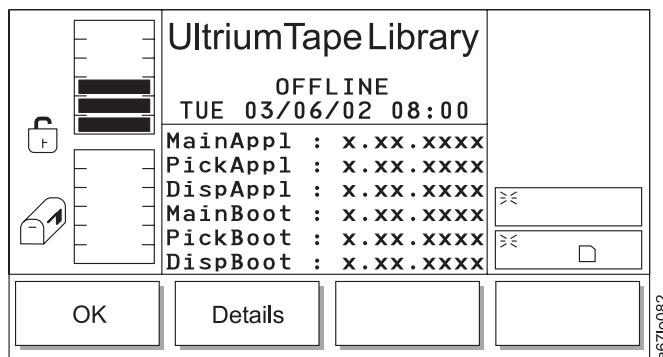

Abbildung 198. Detailldialog (Eingangsanzeige)
- Wird **Details** ausgewählt, erscheint die Eingangsanzeige des Detaildialogs (siehe Abb. 198 auf Seite 211).
Wird **Details** ausgewählt, erscheint der Detailldialog (siehe Abb. 198). Benutzen Sie diese Option, um den aktuellen Anwendungs- und Boot-Code des Kassettenarchivs für den Greifarm, die Laufwerkschlitten, die Hauptplatine und die Anzeige aufzurufen. Alle Codestufen müssen identisch sein. Ab dem Boot-Code 02.01.0001 ist eine Übereinstimmung mit den anderen Codestufen jedoch nicht mehr erforderlich.
Tabelle 147. Übersetzung von Abb. 198, Detailldialog (Eingangsanzeige)